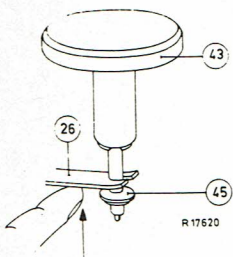

Fig. 18
3. Mettre l'appareil dans la position "en circuit" (voir fig. 18).